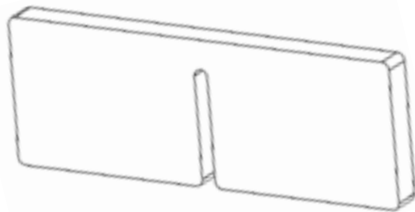

Figure 23
2. Trouvez les (2) entretoises en mousse, comme illustré en Figure 23.